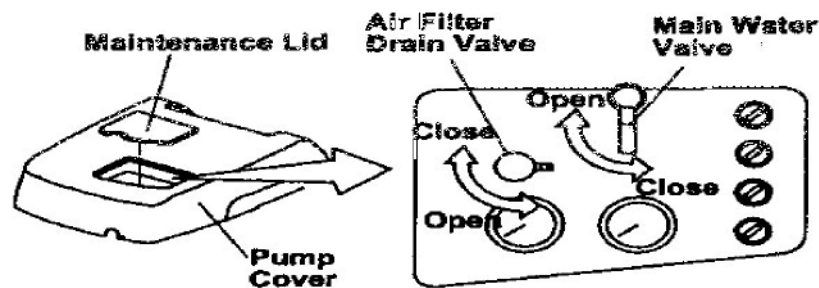

Fig.4-5 Air Filter Drain Valve and Main Water Valve
(6) Vanne principale d'arrêt d'eau (Fig.4-5)